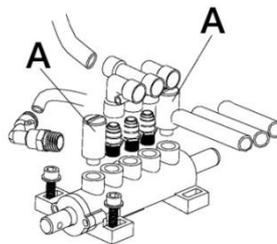

Figure 2
- Nettoyer les répartiteurs pneumatiques tous les 6 mois (Figure 2).
- Dévisser les silencieux des répartiteurs (Repère A, Figure 2)